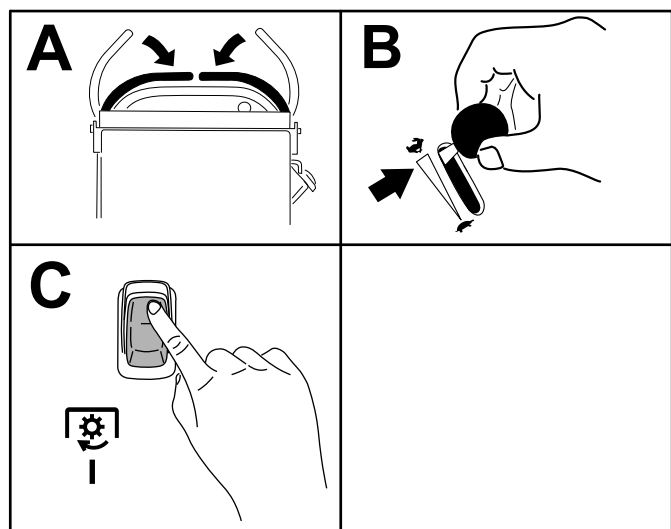

Figure 9
**Remarque:** Si vous désengagez les lames de l'unité de coupe en relâchant les leviers de commande de déplacement, vous pouvez réengager les lames en mettant la commande des lames en position ENGAGÉE (Figure 9) sans passer auparavant par la position ENGAGÉE.